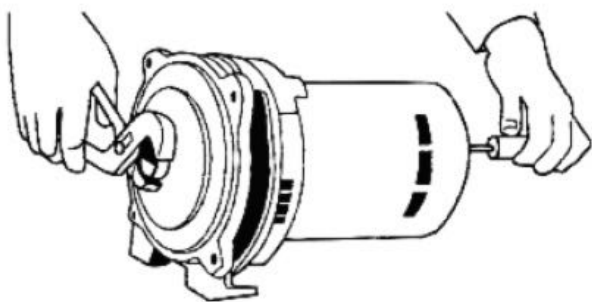

Figure 20 : Retirer la impulseur
5. Retirez la impulseur en tenant l'arbre de la pompe à l'aide d'une pince pour pompe à eau et en dévissant la impulseur. En vous plaçant face à la impulseur, utilisez la main gauche pour tourner dans le sens inverse des aiguilles d'une montre afin de la retirer (figure 20). La impulseur peut également être retiré en faisant levier sur l'embout de l'arbre moteur. Insérez un tournevis dans la fente de l'extrémité de l'arbre ou une clé à fourche de 7/16 po sur les méplats de l'arbre et maintenez-les pour empêcher la rotation de l'arbre. Dévissez la impulseur dans le sens inverse des aiguilles d'une montre.
5. Tenez l'arbre de la pompe avec des pinces et dévissez la impulseur comme illustré (Figure 20).